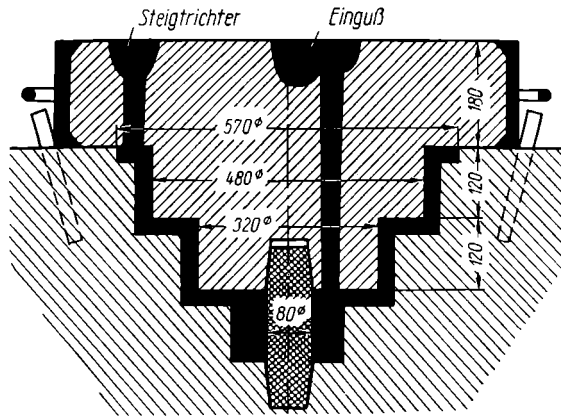

Bild 208
24. Eine Stufenscheibe von den gegebenen Abmessungen ist zum Guß nach Bild 208 eingeformt. Mit welcher Kraft sucht der flüssige Grauguß von der Wichte 7,2 kp/dm³ den Formkasten anzuheben?